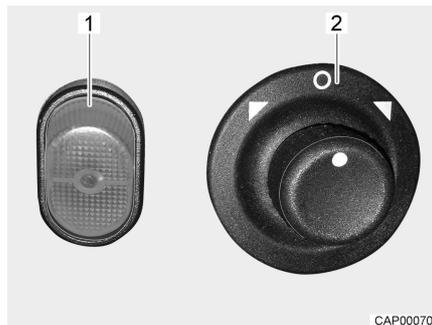

Fig. 13 Commutateur (rétroviseurs extérieurs à réglage électrique)
- Sélectionner le rétroviseur qui doit être réglé. Pour ce faire, tourner l'interrupteur tournant (Fig. 13,2) vers la gauche ou la droite.
- Régler le rétroviseur. Pousser pour ce faire l'interrupteur (Fig. 13,2) dans la position désirée.
- Appuyer sur l'interrupteur (Fig. 13,1). Le voyant de contrôle s'allume en orange dans l'interrupteur et indique que le chauffage du rétroviseur est en fonction.